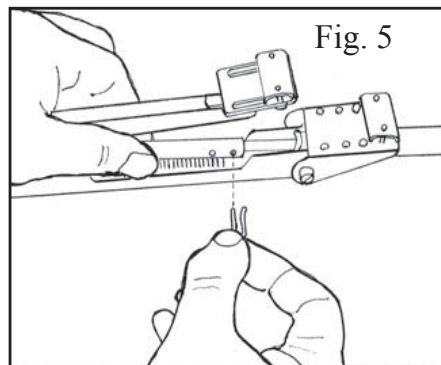

Fig. 5
3. Plaats de zuigerstang (2) op de cilinder (1) in de duwstang (4), plaats het gat aan het einde van de zuigerstang voor gat A in de duwstang en borg het met de kleine splitpen (5) – zie Fig. 5.